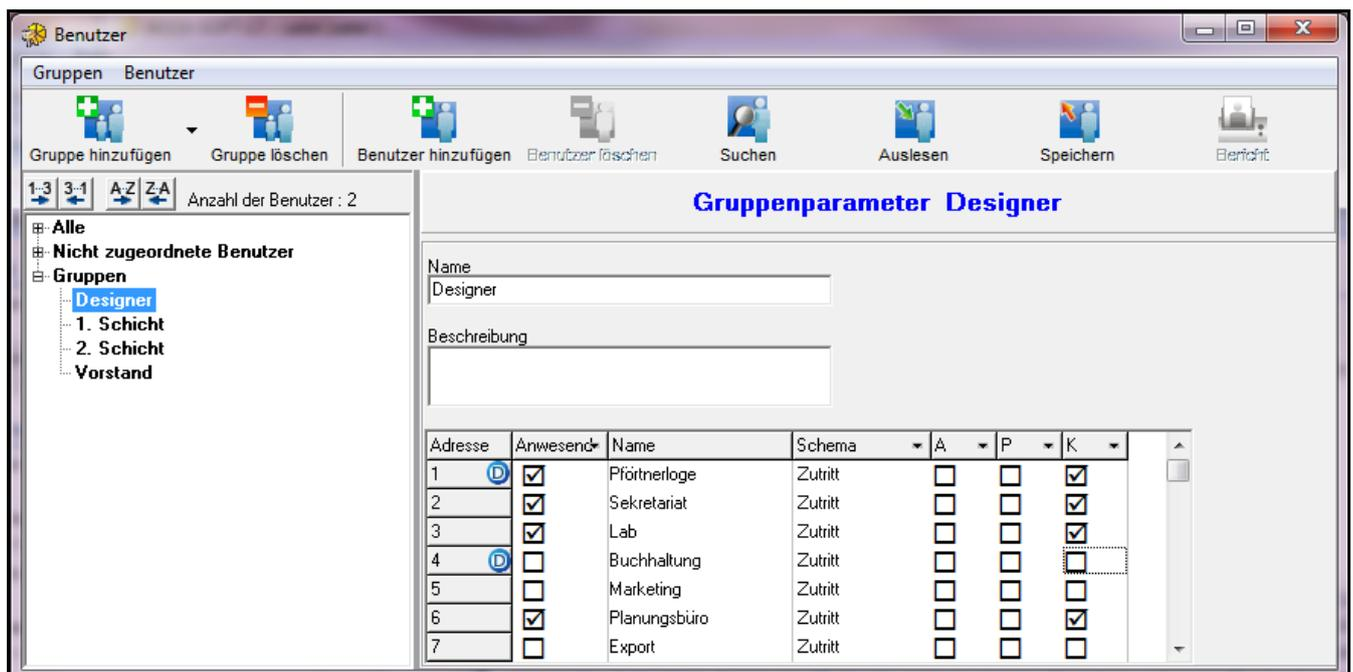

Abb. 29. Beispiel der Einstellungen einer Benutzergruppe.
2. Klicken Sie auf die Schaltfläche  und dann auf den Befehl BENUTZER GRUPPIEREN (siehe: Abb. 29). Die Benutzer, die keiner Gruppe zugewiesen sind, werden den ersten Gruppen zugewiesen, die ihren Parametern entsprechen. Falls keine der Gruppen den Parametern eines Benutzers entspricht, dann wird eine neue Gruppe erstellt.